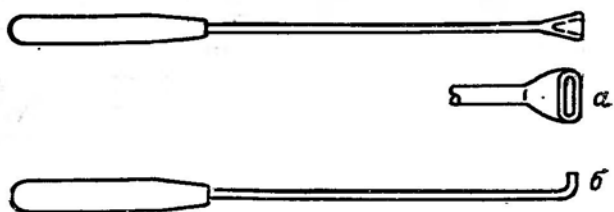

Рис. 14. Ключ для регулировки выключателей:
8. Ключ для регулировки выключателей — любой из показанных на рис. 14.